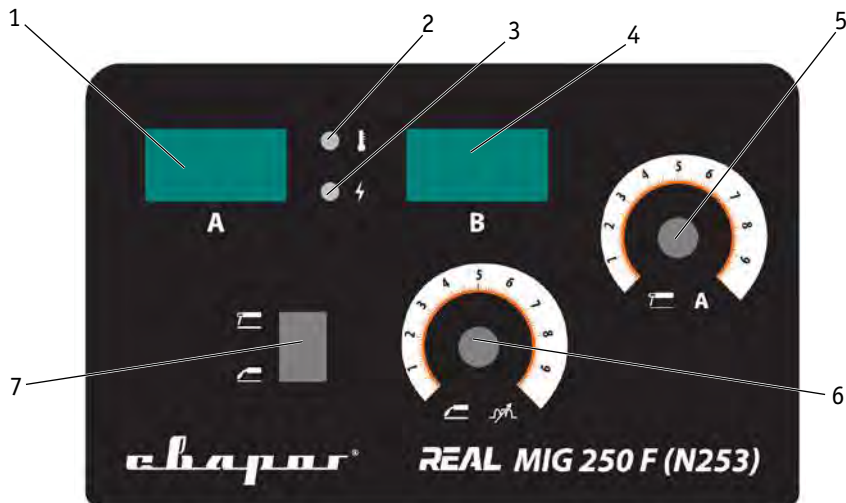

Рис. 7.1. Передняя панель источника питания.
2. Панель управления (См. рис. 7.1)
4. Выберите способ сварки MIG/MAG (См. рис. 7.1, п. 7) на передней панели источника питания.